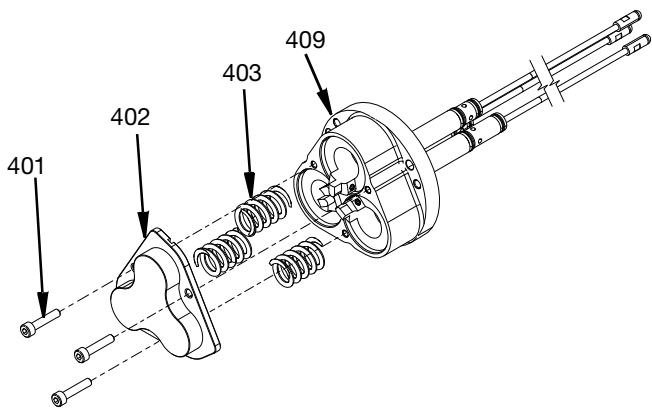

FIG. 33
9. Coloque los muelles (403) y la cubierta del cilindro (402). Ponga los tornillos M4 de cabeza hueca (401) por la cubierta del cilindro en el alojamiento del cilindro de aire (409). Aplique antiagarrotamiento a los tornillos (401) y apriete los tornillos M4 de cabeza hueca (401) de manera uniforme para comprimir los muelles sin agarrotar el conjunto. Apriete los tornillos M4 a 6,5 N•m (29,2 lb-pulg.). Consulte la FIG. 33.